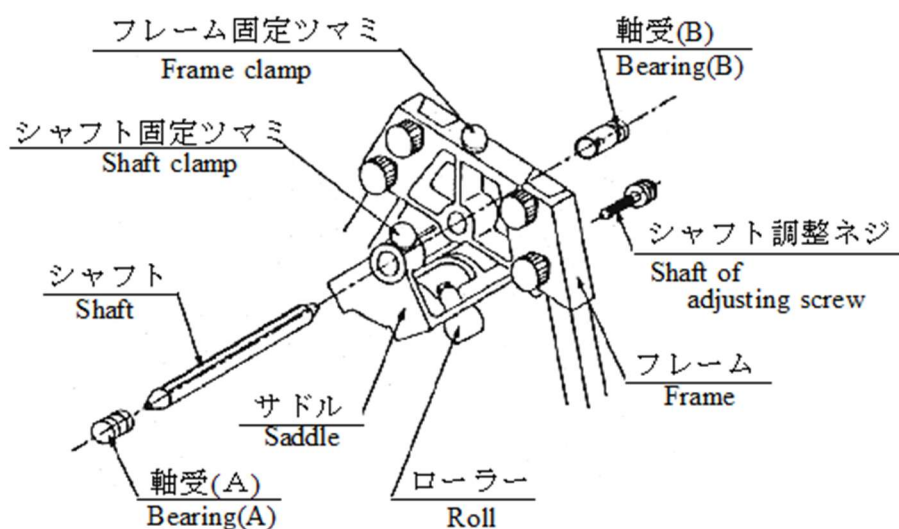

Fig.2 サドルとフレームの組立
(2) サドルとフレームの組立(Fig.2)
- ① シャフト固定ツマミをゆるめて、シャフトを抜き取ります。
- ② フレーム固定ツマミを十分ゆるめた状態で図2のようにフレームをサドルの間に入れ、再びシャフトを挿入し、シャフト固定ツマミで締めます。
- ③ フレームの位置を調整してフレーム固定ツマミを締めます。